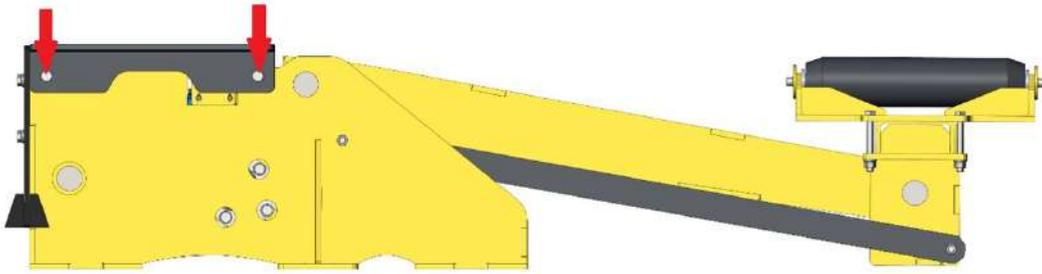

Рис.18. Расположение болтов крепления крышки электромеханического домкрата.
- открутить болты крепления крышки электромеханического домкрата и снять крышку (рис.18);